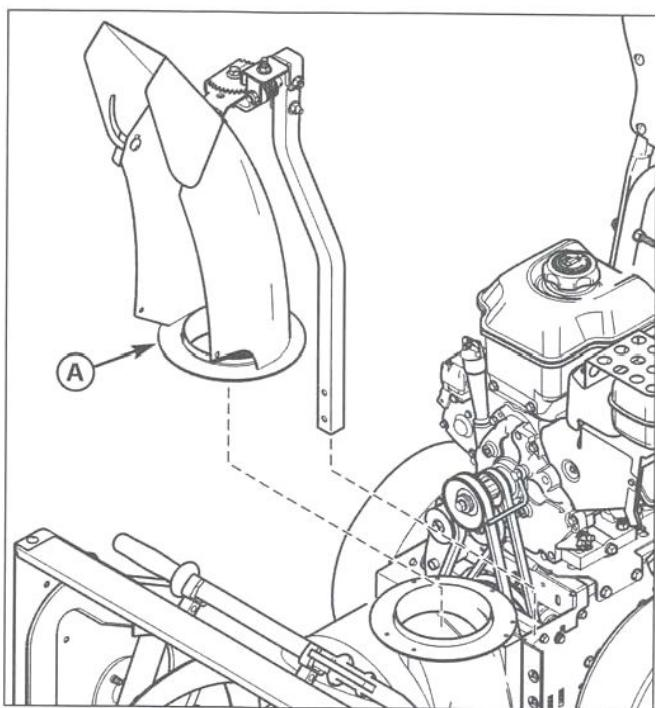

Рис. 33. Снятие желоба и вращающего механизма
11. Снимите желоб и вращающий механизм (A, рис. 33) с корпуса шнека.